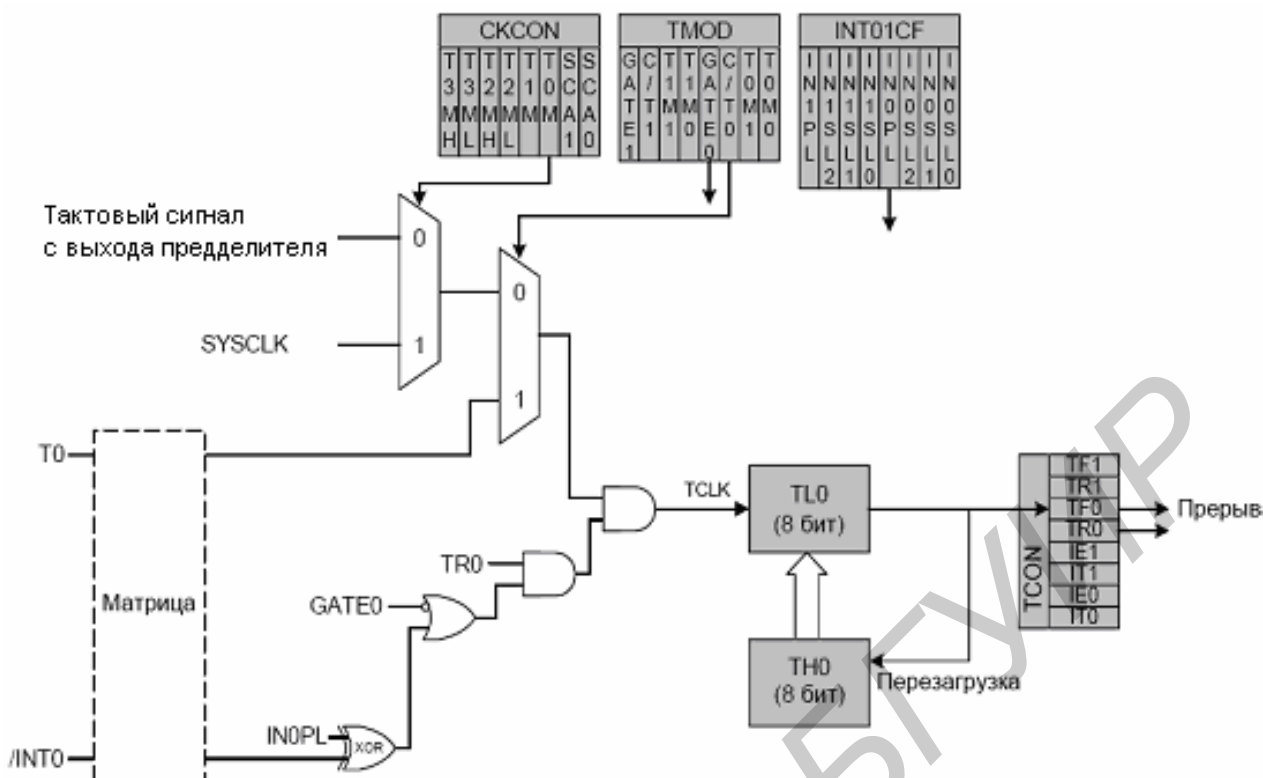

Рисунок 4 – Структурная схема Таймера 0 в режиме 2
*В режиме 2* Таймеры 0 и 1 настраиваются для работы в качестве 8-разрядных таймеров/счетчиков с автоматической перезагрузкой начального значения. Регистр TL0 содержит значение счетчика, а регистр TH0 содержит перезагружаемое значение. Когда счетчик в регистре TL0 переполняется (переходит из состояния 0xFF в состояние 0x00), флаг переполнения таймера TF0 (TCON.5) устанавливается в 1 и значение регистра TH0 загружается в регистр TL0. При установке флага TF0 будет сгенерировано прерывание, если оно разрешено. Перезагружаемое значение в регистре TH0 не изменяется. Чтобы первый отсчет был корректным, необходимо проинициализировать регистр TL0 требуемым значением до включения таймера. Таймер 1 в режиме 2 работает точно так же, как Таймер 0 (рисунок 4).